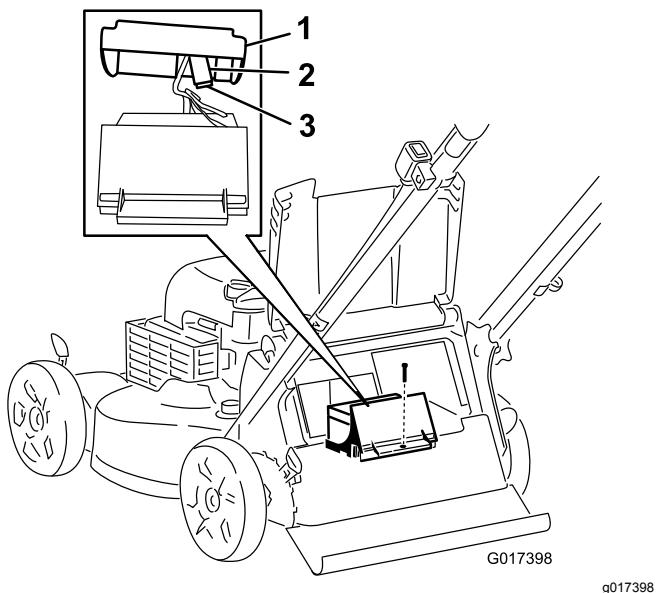

Figura 37
3. Retire o parafuso que prende o compartimento, retire a bateria e localize o fusível (Figura 37).
4. Volte a colocar o fusível no porta-fusíveis (Figura 37).